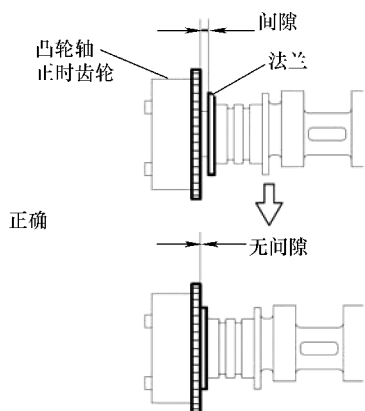

图 12-16 确保无间隙安装
7) 检查并确认凸轮轴正时齿轮与凸轮轴法兰之间无间隙，如图 12-16 所示。